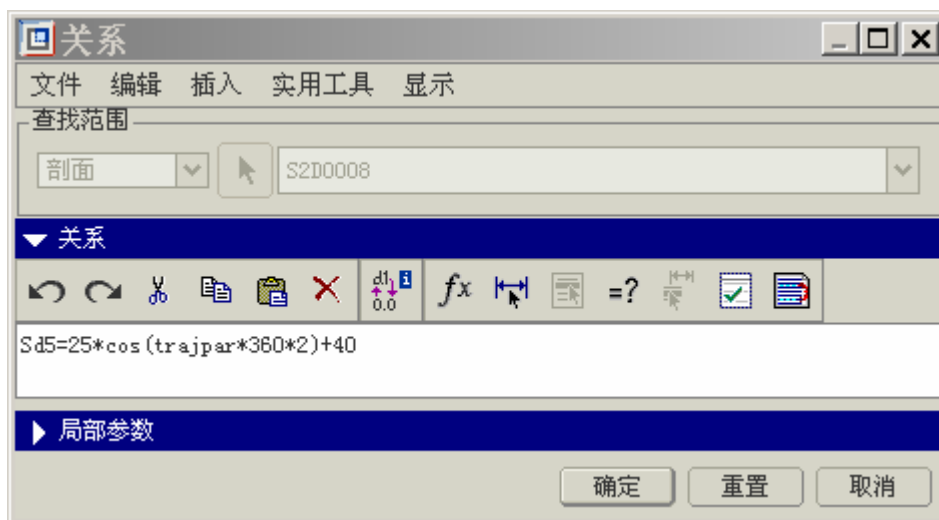

图 18-7
- (7) 在关系窗口中输入关系式 “ $sd5=25*\cos(\text{trajpar}*360*2)+40$ ”, 如图 18-7 所示。
- (8) 单击【确定】按钮, 完成关系式的添加。